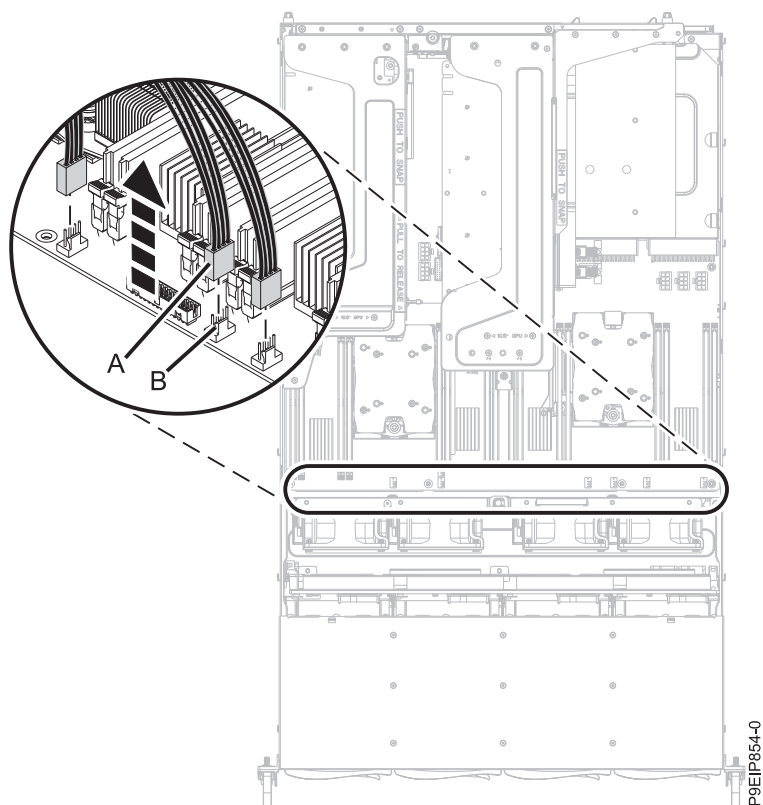

Figure 33. Déconnexion des câbles du ventilateur
3. Déconnectez les quatre câbles d'alimentation du ventilateur du fond de panier système, comme indiqué dans la figure 33, à la page 37. Enfoncez la patte du connecteur **(B)** et ôtez avec soin le connecteur **(A)** du fond de panier système. Ne tirez pas sur les fils.